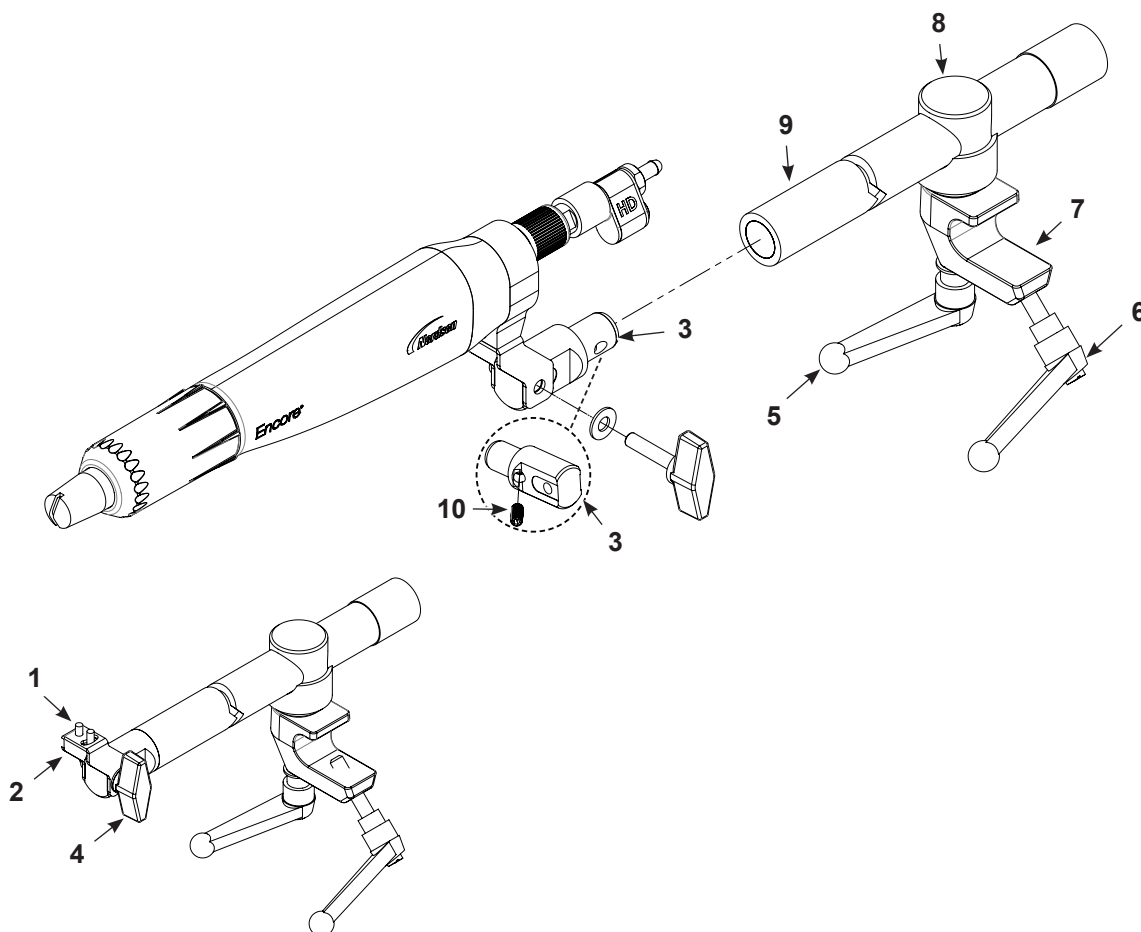

Figure 3-5 Fixation d'un pistolet de pulvérisation à fixation sur barre
7. Voir la Figure 3-5. Monter l'adaptateur de fixation sur barre (3) pour pistolet de pulvérisation dans l'extrémité de la barre de pistolet (9) et le bloquer en serrant la vis de blocage (10) avec une clé Allen de 4 mm.
- Desserrer les vis à tête plate (1) pour déplacer la pointe du pistolet de pulvérisation d'un côté à l'autre.
- Pour basculer la pointe du pistolet de pulvérisation vers le haut ou le bas, desserrer le bouton d'inclinaison (4).
- Pour faire tourner ou ajuster la barre de pistolet sur le corps de blocage (8), desserrer la poignée de rotation (5).
8. Pour monter le pistolet de pulvérisation sur un support fixe, un oscillateur ou un mécanisme de va-et-vient, positionner la pince (7) sur une barre de fixation d'un pouce et serrer la poignée de serrage (6).